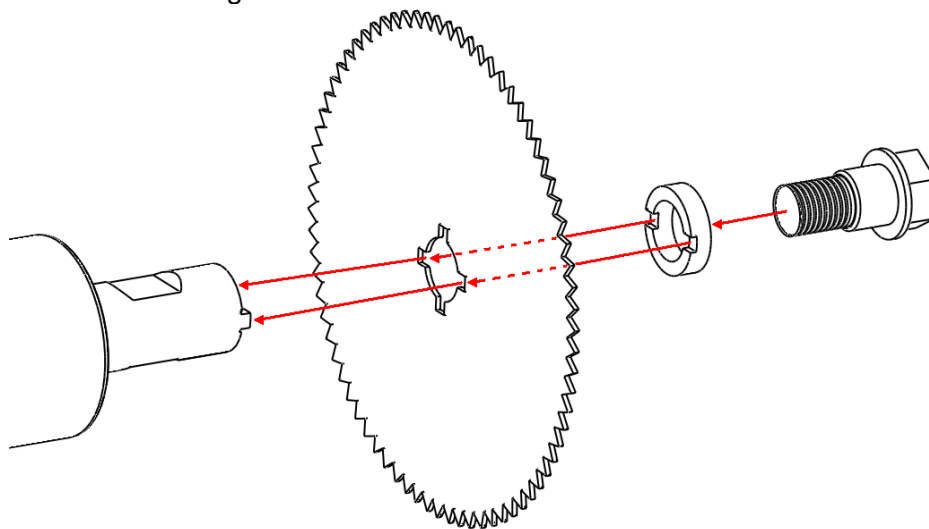

Abbildung 4 Einsetzen des Sägeblattes
3. Legen Sie den Fixierring auf. Die Einkerbungen im Fixierring müssen immer zur Säge zeigen (siehe Abbildung 4). Diese müssen ebenfalls genau auf den Zapfen liegen.